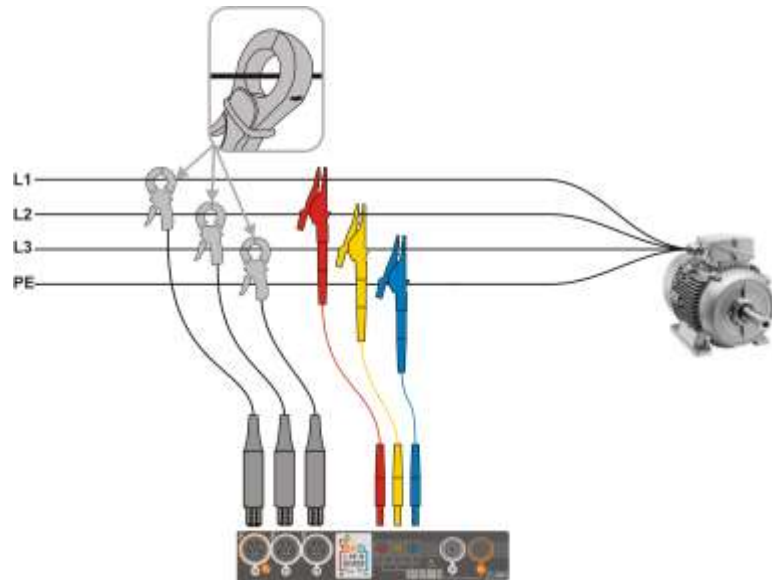
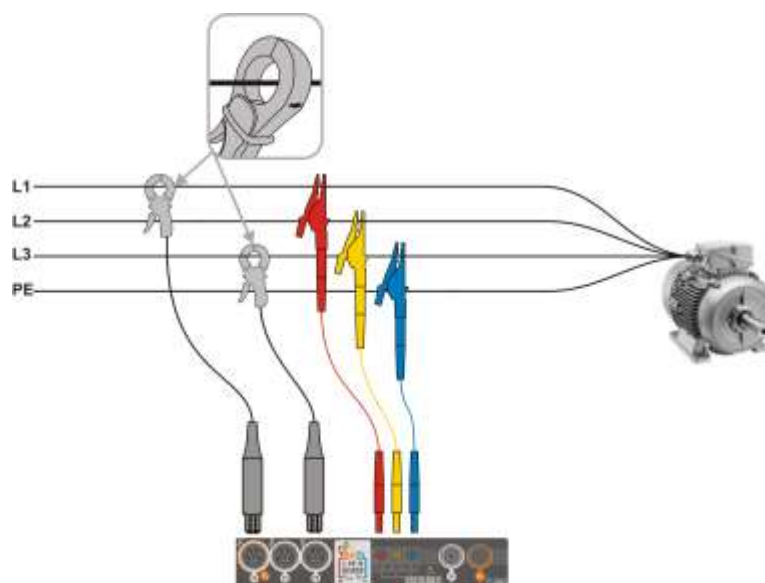

Рис. 6.7 Схема подключения – трехфазная цепь с тремя рабочими проводами
Рис. 6.8 Схема подключения – трехфазная цепь с тремя рабочими проводами (измерение токов методом Arona)
- Трехфазная 3-х проводная (Рис. 6.7, Рис. 6.8).
В 3-х проводных сетях переменного тока можно измерить токи методом Арона (Рис. 6.8), при использовании только двух пар клещей, измеряющих линейные токи  $I_{L1}$  и  $I_{L3}$ . Ток  $I_{L2}$  тогда рассчитывается по формуле: